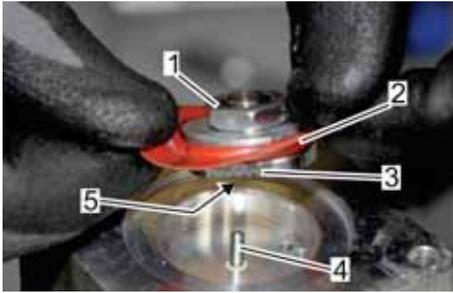

Abb. 97: Membranteller auflegen
13. Den Membranteller komplett (Abb. 97/2) mit der Sechskantschraube (Abb. 97/1) nach oben zeigend halten und mit der Bohrung der Membranhalterung (Abb. 97/5) auf den Ventilkegel (Abb. 97/4) aufsetzen.